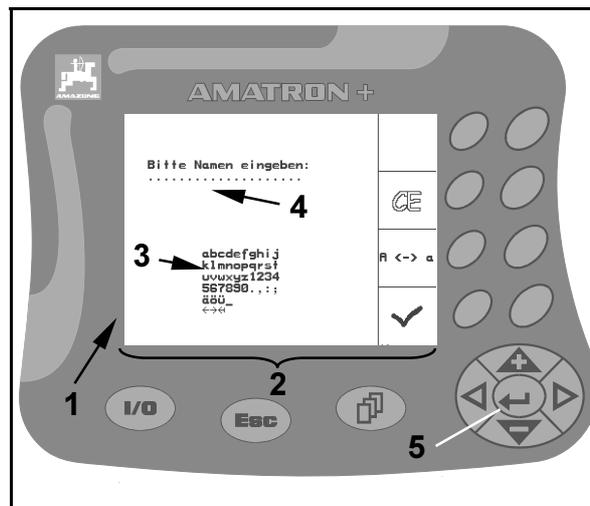

Fig. 15
El ingreso de texto (Fig. 15/1) aparece siempre en la pantalla (Fig. 15/2), cuando se requiere el ingreso de textos o de cifras en el **AMATRON+**.
En el campo de selección (Fig. 15/3) resulta la selección de cada una de las letras o cifras, que deban aparecer en la hilera de ingreso (Fig. 15/4).
1. Elija en el campo de selección la letra o la cifra deseada (Fig. 15/3) con ayuda de las
2. Oprima la tecla  (Fig. 15/5), para aceptar la letra o cifra elegida en la hilera de ingreso (Fig. 15/4).
Las flechas   en el campo de selección (Fig. 15/3) permiten un movimiento de la marca de escritura dentro de la hilera de ingreso (Fig. 15/4).
La flecha  en el campo de selección (Fig. 15/3) borra el último ingreso.